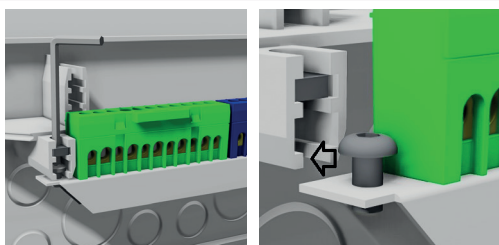

Abb. 1 – Entfernen Sie die Metallhalterung (Inbusschlüssel 2,5)
- Während der Montage des Gehäuses darf der Rahmen aus Metall entfernt werden (Abb.1); um die Schraube zu lösen, ist der Inbusschlüssel einzusetzen (Inbusschlüssel 2,5 mm)
- Um die Einrichtung erneut mit dem elektrischen Kasten zu verschrauben, sind die Schaftschrauben an der Einrichtung einzudrehen; dann sind sie im Kasten zu verstecken (Abb.1).